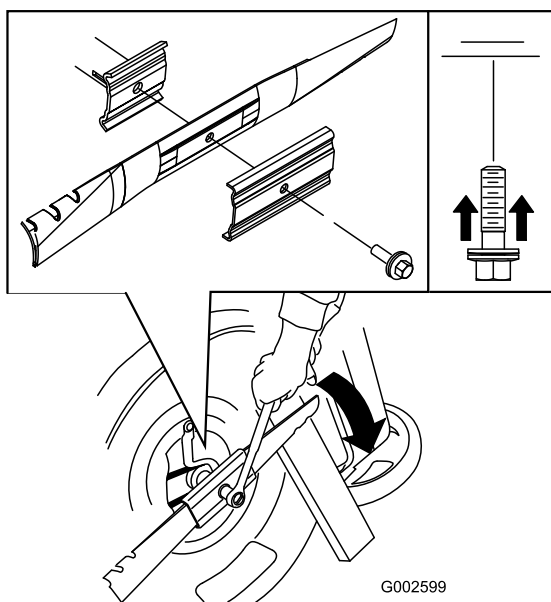

Figure 29
- Montez une lame neuve (tournez le boulon de la lame dans le sens horaire) et toutes les fixations (Figure 29).